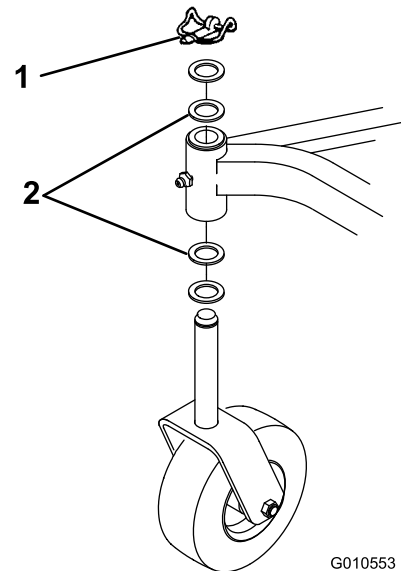

Figure 26
- A. Pour les plateaux de coupe généralement utilisés à une hauteur de coupe comprise entre 25 et 51 mm, le côté bas du plateau de coupe devrait être relevé. Retirez la goupille à anneau qui fixe la roue pivotante du côté bas (Figure 26) et déposez l'ensemble roue pivotante.
- C. Si le plateau de coupe est utilisé à une hauteur de coupe comprise entre 51 et 102 mm, abaissez le côté élevé du plateau de coupe. Retirez la goupille à anneau de la roue pivotante du côté élevé du plateau de coupe, et déposez l'ensemble roue pivotante (Figure 26).